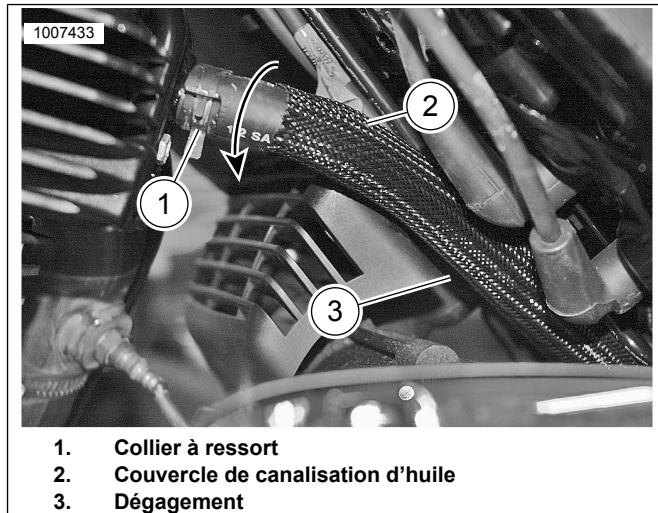

Figure 3. Couvercle de canalisation d'huile arrière
- a. Consultez Figure 3. Repositionner le ou les câbles de bougie, au besoin.
- b. Libérer la bride de ressort du tuyau de canalisation d'huile (1) et retirer le tuyau de canalisation d'huile supérieur seulement à partir de la tête.
- c. Retirer la bride de ressort du tuyau de canalisation d'huile (1) à partir du tuyau.
- d. Insérer le couvercle sur le tuyau de canalisation d'huile arrière (2). Positionner le couvercle 25,4 mm (1 in) à partir de la bride de ressort supérieure à l'arrière du tuyau de canalisation d'huile.
- f. Avec la bride de ressort desserrée, faire pivoter le tuyau de façon à obtenir un dégagement maximal entre le boîtier du ventilateur et le couvercle du tuyau de la canalisation d'huile (3).